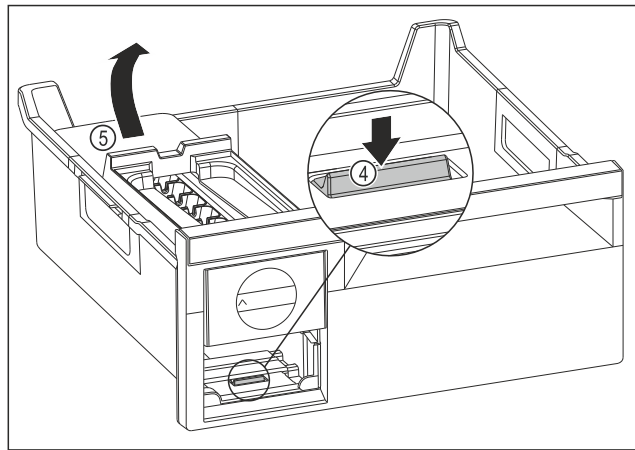

Fig. 82
- ▶ EasyTwist-Ice-Körper entnehmen: Lasche Fig. 82 (4) mit Finger nach unten drücken und gleichzeitig mit der anderen Hand den EasyTwist-Ice-Körper Fig. 82 (5) von hinten anheben.